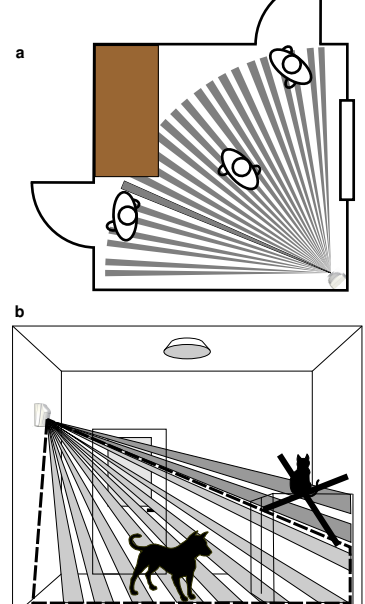

Fig. 4 Bild 4
- (fig. 4) **D** = PRÉPERÇAGES PAR PERFORATION POUR LE PASSAGE DES CÂBLES. Utiliser un câble 3 paires 6/10ème et de préférence avec écran.
- (fig. 4) **D**= PREDISPOSICIONES (PARAAPERTURA) PARA EL PASO DE LOS CABLES